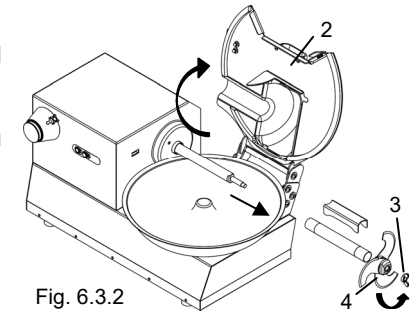

Fig. 6.3.2
- Soulever le couvercle "2" Fig. 6.3.2.
- Dévisser l'écrou papillon qui bloque le moyeu porte-couteaux « 3 » Fig. 6.3.2.
- Ôter le moyeu porte-couteau "4" Fig. 6.3.2 de l'arbre.
- Dégager de son emplacement le couvercle « 2 » Fig. 6.3.2 pour pouvoir le retirer.
- N.B. : Pour éviter tout risque de blessure accidentelle, enlever le couvercle uniquement après avoir retiré de l'arbre le moyeu « porte-couteaux » « 4 » Fig. 6.3.2.